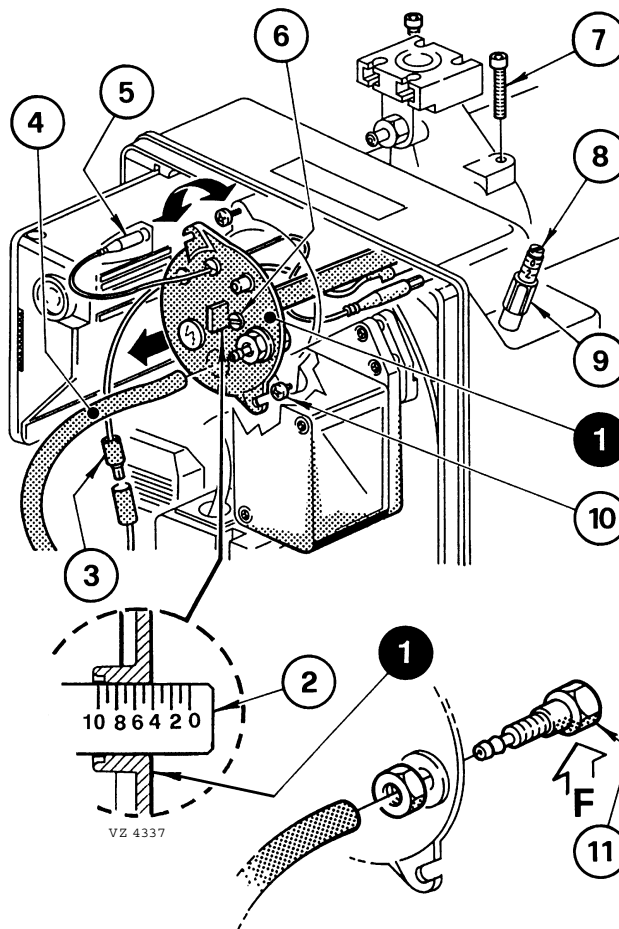

Abb. 11
Sie erfolgt, indem die Stellschraube 6)(Abb. 11) im oder gegen den Uhrzeigersinn gedreht wird, bis die Raste am Stellbügel 2) mit der Außenfläche des Kopfblocks 1) übereinstimmt.
In Abb. 11 ist der Stellbügel für den Kopf auf die Raste 4 geeicht.
Für die Entnahme des Kopfblocks (Abb. 11)wie folgt vorgehen:
Für den Wiedereinbau die obigen Angaben in umgekehrter Weise ausführen und den Kopfblock 1)(Abb. 11) wieder an seinem ursprünglichen Platz anbringen.
Die Schrauben 7)(Abb. 11) bis zum Anschlag eindrehen, aber nicht festziehen; Mit einem Anzugsmoment von 3 - 4 Nm festziehen.
Sollte sich die Druckentnahmestelle 11)(Abb. 11) unbeabsichtigt lockern, wird empfohlen die richtige Befestigung zu überprüfen, also sicherzustellen, dass das Bohrloch (F) (Abb. 11), das sich im Kopfblock 1)(Abb. 11) befindet, nach unten zeigt.